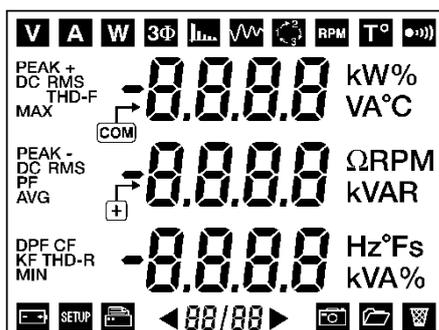

Abbildung 69: Das erste Display bei der Inbetriebnahme des Gerätes.
- Bei der Anzeige des ersten Displays (Anzeige der 172 Segmente, siehe Abbildung 69, auf der Seite 28), wird die gelbe Taste () bis zur Ausgabe eines Signaltons dauerbetätigt.